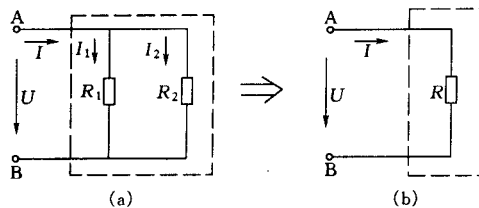

图 1-1-2 并联电路
- (1) 所有参加并联电阻的首端并接在一起，末端并接在一起，所有电阻受相同电压的作用，如图 1-1-2 所示。
(2) 并联电路总电流 I 等于各个并联电阻的电流 I_1 、 I_2 、 $\cdots$ 、 I_n 之和。如果用图 1-1-2 (b) 的等效图 1-1-2 (a)，就是用 R 来代替 R_1 、 R_2 的作用。对图 1-1-2 (a) 的总电流，应等于所有电阻的各个分电流之和，即